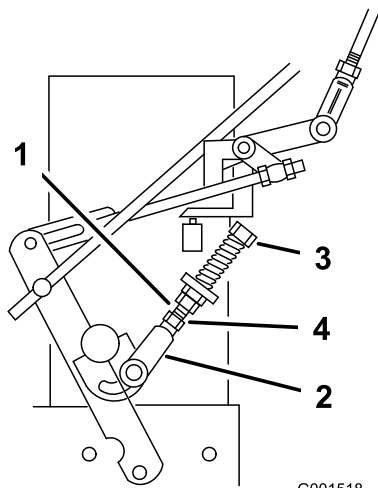

Figure 31
9. Si la roue tourne quand vous maintenez le levier de déplacement à la position POINT MORT, il faut régler les tringleries de commande du point mort (Figure 31).
10. Desserrez l'écrou contre la chape de la tringlerie de commande du point mort (Figure 31).
11. Réglez la tringlerie de commande du point mort jusqu'à ce que la roue motrice correspondante s'arrête quand vous tirez le levier de commande contre le ressort de point mort (position POINT MORT), comme montré à la Figure 31.
12. Tournez le boulon de réglage d'environ un quart de tour dans le sens horaire si la tourne en arrière. Tournez le boulon d'environ un quart de tour dans le sens antihoraire si la tourne en avant (Figure 31).